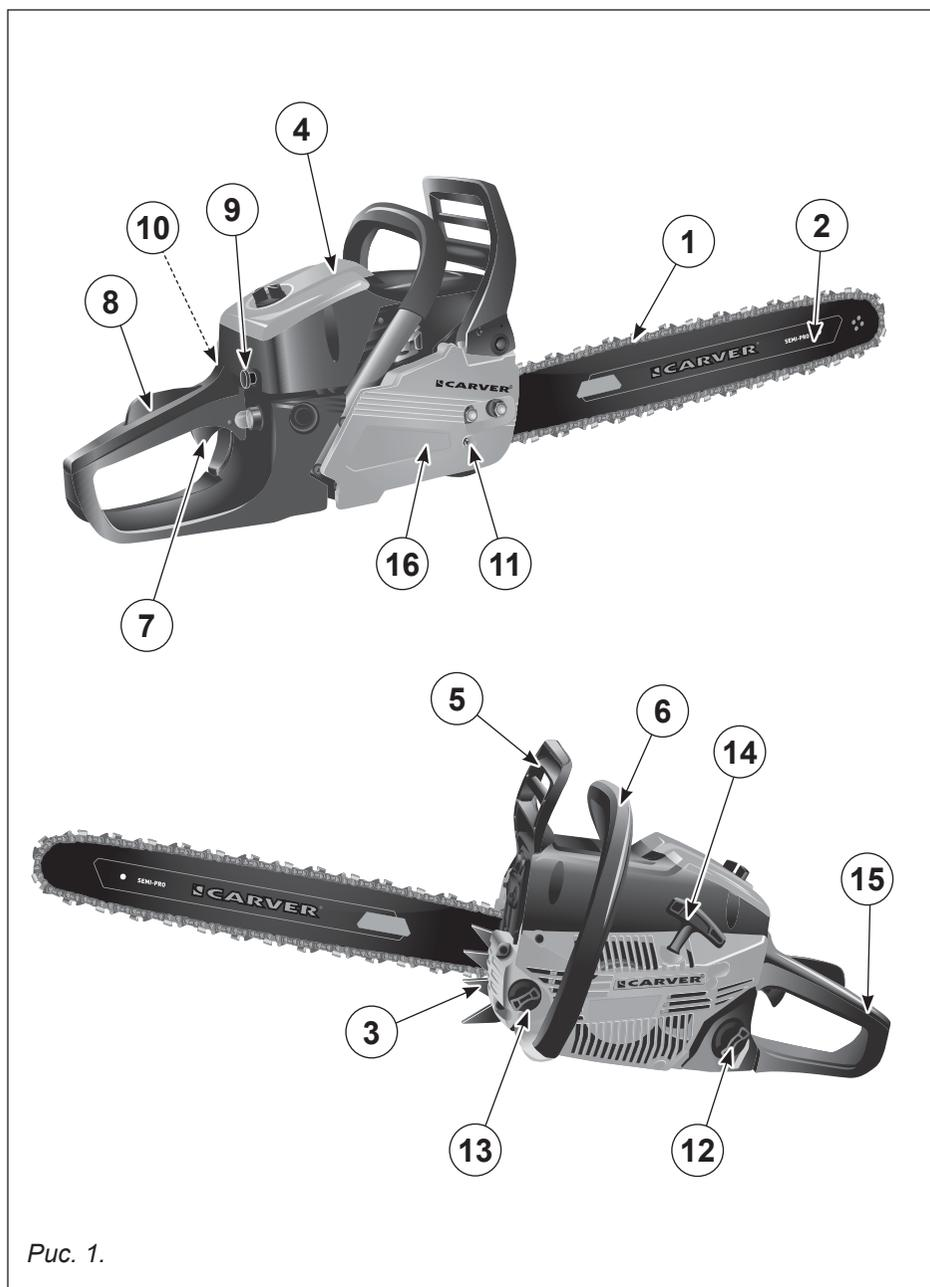

Рис. 1.
3. ОБЩИЙ ВИД (рис. 1)
### Описание (рис. 1):